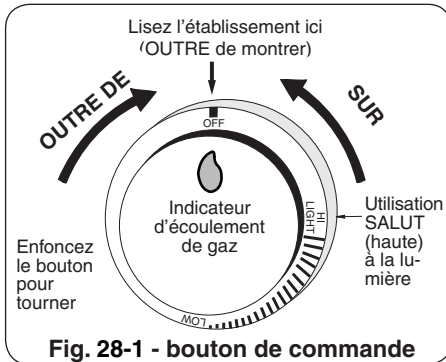

Fig. 28-1 - bouton de commande
**Pour votre convenance et sûreté ; quand le bouton de commande est tourné a la position de fonctionnement, l'indicateur d'écoulement de gaz changera de bleu en le rouge. (Le rouge indique l'écoulement de gaz.) Voir la Fig. 28-1.**